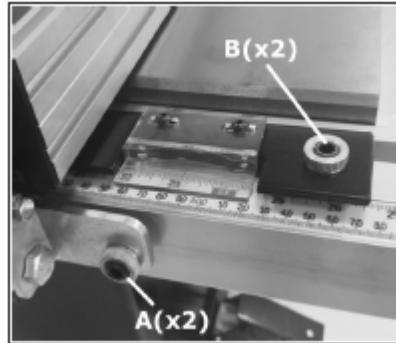
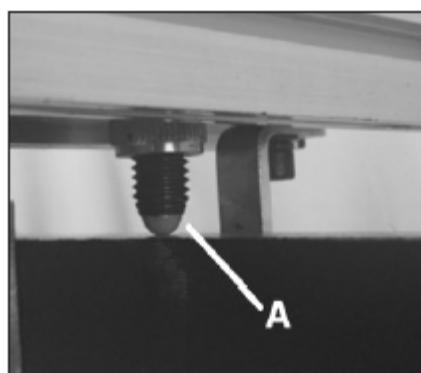

Рис. 30
Рис. 33
2. Отвернуть две передних контргайки (рис. 30, А) и регулировочные винты, так чтобы они были только слегка ввернуты во фланец упора.
5. Ослабить две верхние контргайки (рис. 30, В) на фланце упора и контргайку на задней опоре направляющей (рис. 33, А).
- Ослабить обе передние контргайки (рис. 30, А). Затянуть регулировочные винты так, чтобы они только касались передней направляющей параллельного упора, отвернуть винты на пол-оборота, затем затянуть контргайки.